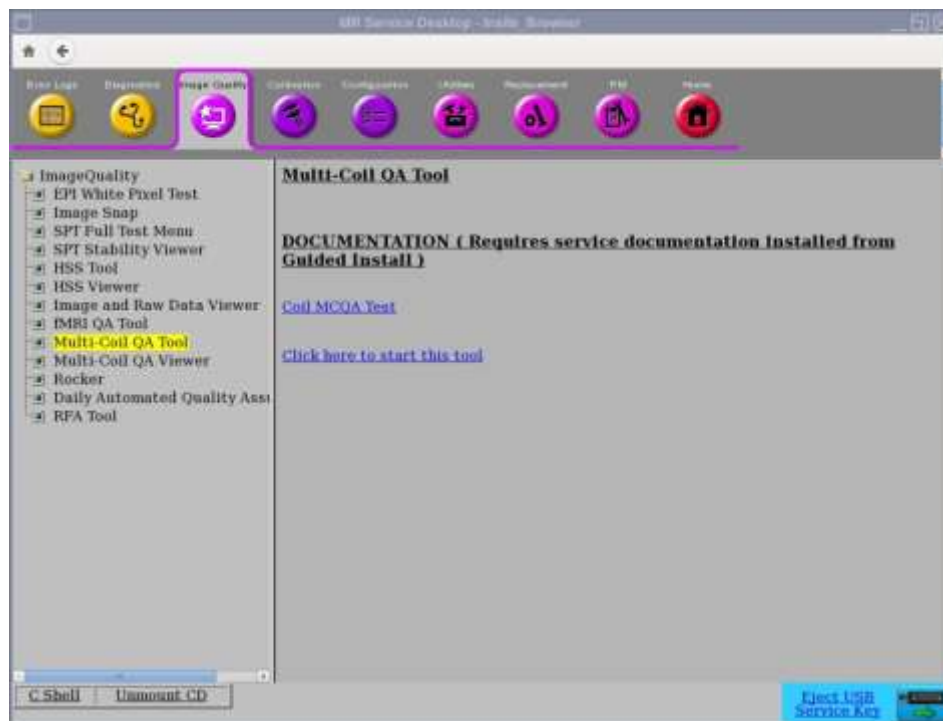

図 1
1. 図 1 に示すように、[Common Service Desktop (CSD)] (共通点検デスクトップ) から、[Service Browser] (サービスブラウザ) に進み、[Image Quality](画質) [Multi-Coil QA Tool] (マルチコイル品質保証ツール) を選択し、次に [Click here to start this tool] (ここをクリックしてこのツールを開始) を選択します。